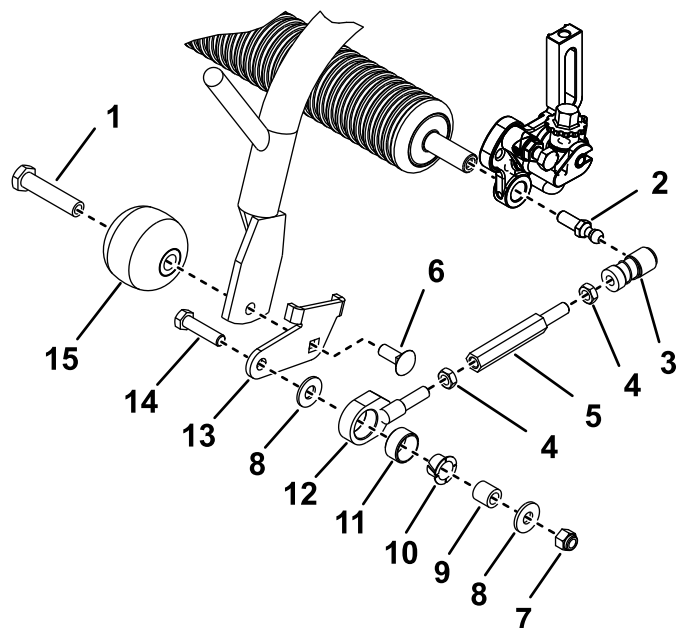

図 2
- 先ほど外したジャムナットを、新しい長いプルアームエクステンションと、既存のプルリンクブッシュアセンブリとに取り付ける 図 2。
- 新しい長いプルアームエクステンションを、既存のプルリンクアセンブリとボールジョイントレシーバアセンブリに組み付ける 図 2。この時点ではまだジャムナットを締め付けないこと。
- 対応するリンクブラケット右または左と先ほど外した芝削り防止ローラを、各前フレームキャリアフレームの端部に取り付けるキャリッジボルトと先ほど外したローラシャフトを使用する。ブラケットは 図 2 のように組み付ける。
- リンクブラケットの外側に、プルリンクアセンブリを取り付けるボルト 3/8 x 1-1/2 インチ、平ワッシャ、ブッシュ、先ほど外したスペーサと平ワッシャ、新しいロックナットを使用する 図 2。
- スリーブをボールジョイントレシーバの位置まで引き戻し、レシーバをボールスタッドに取り付ける 図 2。